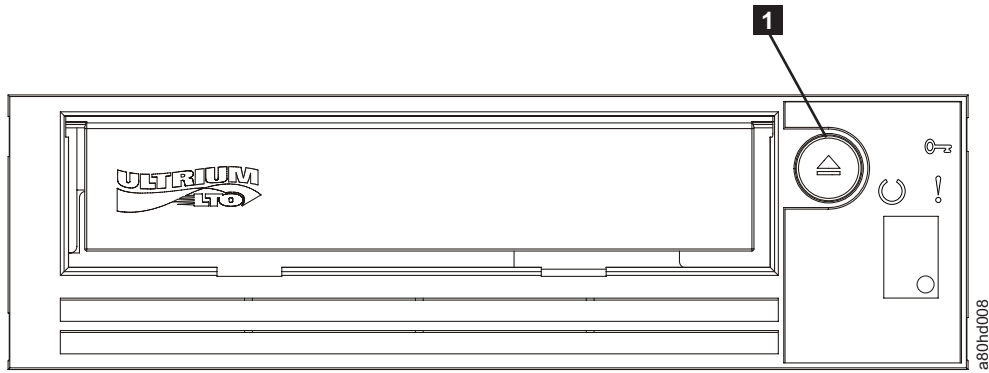

Figure 17. Réinitialisation du lecteur
Vous pouvez réinitialiser le lecteur sans mettre hors tension ni ce dernier, ni le système. Cette opération peut être nécessaire si le lecteur ne répond plus aux commandes. Pour ce faire, appuyez sur le bouton d'éjection situé sur le panneau avant du lecteur de bande et maintenez-le enfoncé pendant 10 secondes (figure 17, à la page 18). Le lecteur force la prise d'un cliché des données techniques essentielles dans sa mémoire et remplace le cliché existant. Il redémarre ensuite pour permettre les communications.
2. Appuyez sur le bouton d'éjection (numéro **1** de la figure 17, à la page 18). Le lecteur rembobine la bande et éjecte la cartouche. Le voyant Prêt/activité clignote en vert pendant le rembobinage de la bande puis s'éteint avant l'éjection de la cartouche.